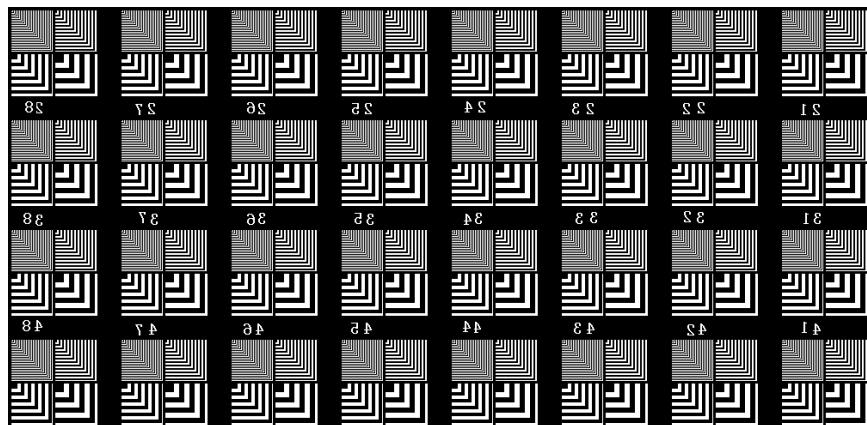

图 2
2. 用投图软件在 DMD 上导入分辨率图形（如图 2 所示）；